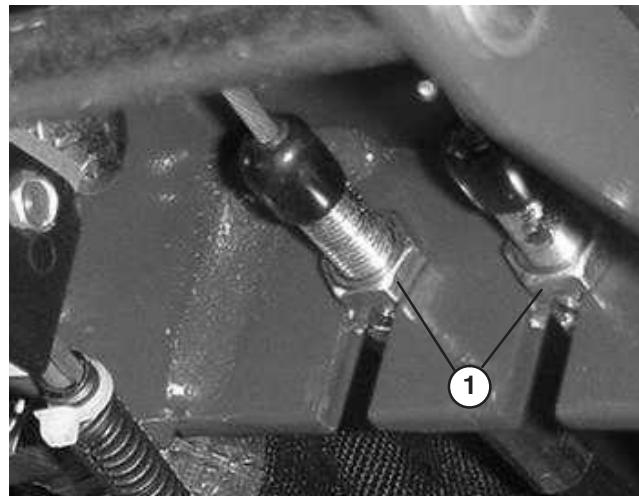

Figure 68
- Pour réduire la garde aux pédales de freins directionnels (c.-à-d. pour serrer les freins), desserrez l'écrou avant sur l'extrémité filetée du câble de frein (Fig. 68). Serrez ensuite l'écrou arrière pour déplacer le câble en arrière jusqu'à obtention d'une garde de 13 à 25 mm. Resserrez les écrous avant lorsque les freins sont réglés correctement.